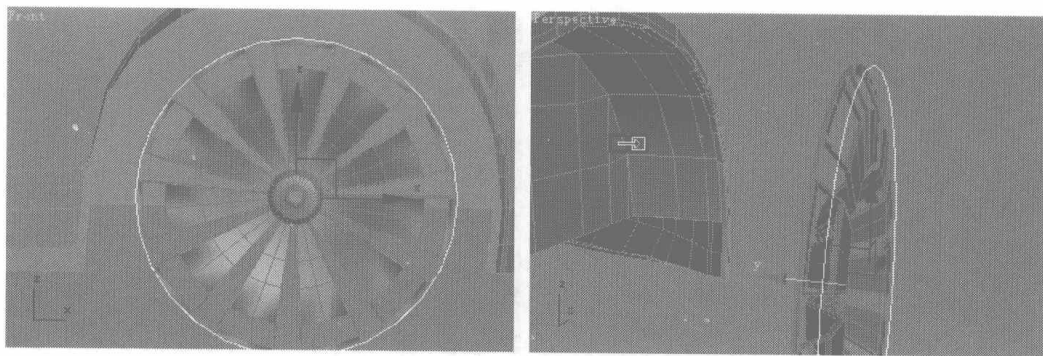

图 7.254
- 21** 单击 ，进入创建面板，单击 按钮，选择 **Splines** 类型，单击 **Circle** 按钮，在 Front 正视图中创建一个圆周体，如图 7.254 所示。